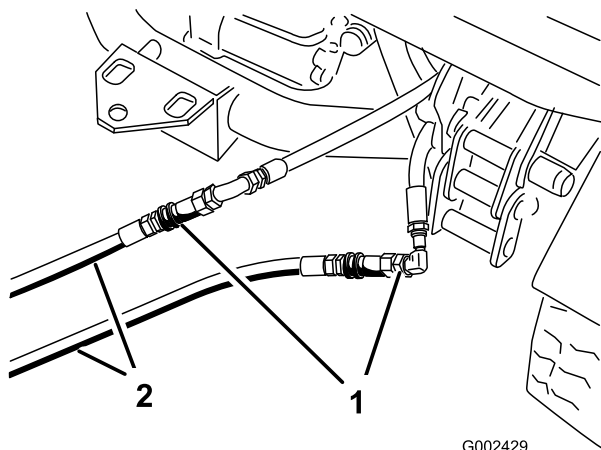

Рисунок 81
3. На неисправном подсоедините два промежуточных шланга к шлангам, которые были отсоединены (Рисунок 81). Заглушите неиспользуемые фитинги.